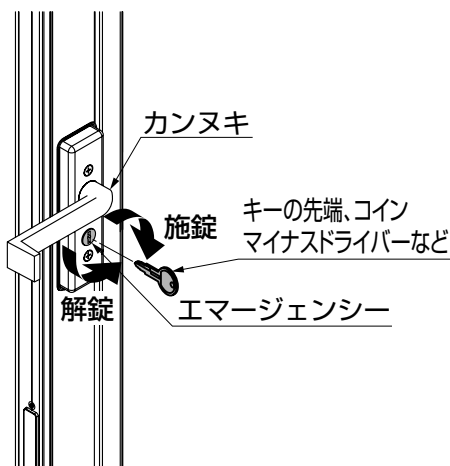
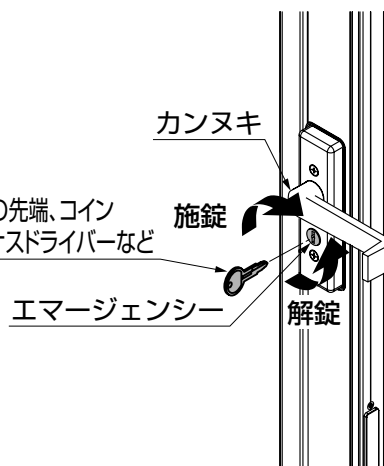

図3-3 サムターンが右側にある場合
図3-4 サムターンが左側にある場合
(2) 家側 ※エマージェンシーで施錠解錠するには、図3-3、図3-4にしたがって操作します。